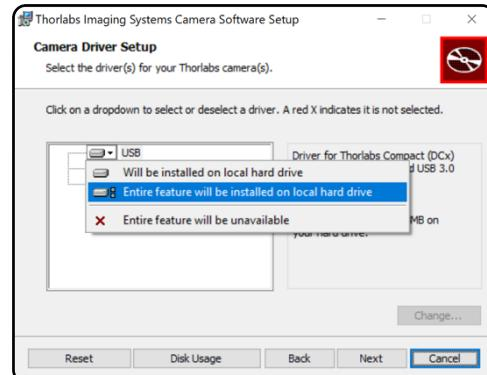

Figure 2 - Camera Driver Setup USB
- o Au menu **Camera Driver Setup**, cliquer sur **USB** et Sélectionner « Entire feature will be installed on local hard drive (voir Figure 2).